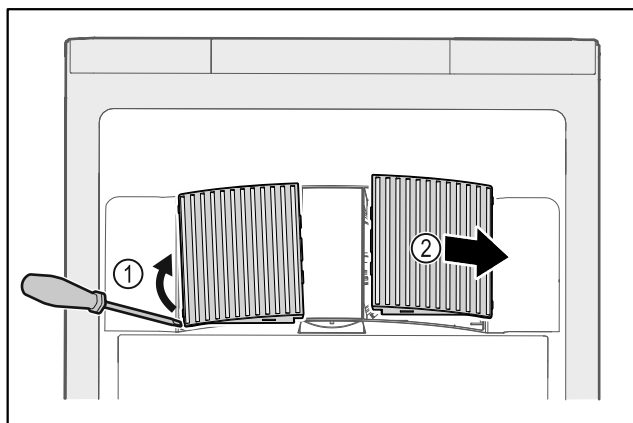

Fig. 161
- ▶ Oprezno podignite ventilatorske pokrove sa strane Fig. 161 (1) i skinite ih prema naprijed Fig. 161 (2).